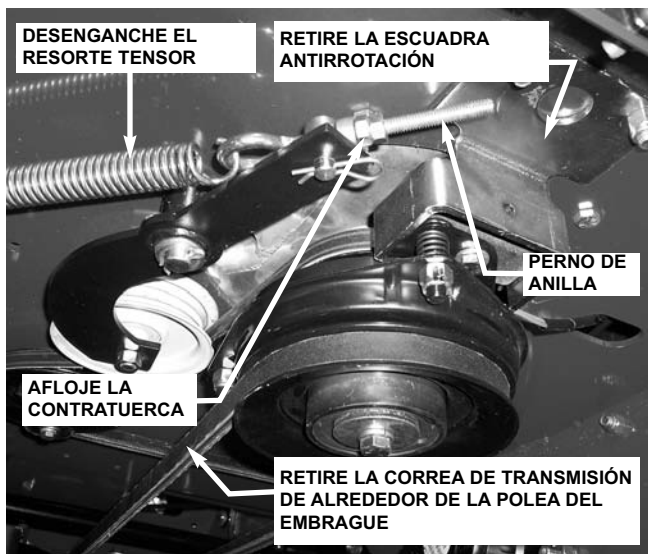

FIGURA 5.10
1. Retire la correa de transmisión de la cortadora de alrededor de la polea del embrague de la correa. Vea la figura 5.10. Consulte la sección "REEMPLAZO Y AJUSTE DE LA CORREA DE TRANSMISIÓN DE LA CORTADORA".
2. Desenrosque la contratuerca del extremo del perno de anilla, para reducir la tensión del resorte. Desenganche el resorte tensor del perno en el bastidor. Vea la figura 5.10.
3. Retire la escuadra antirrotación. Vea la figura 5.10.
9. Reenganche el resorte tensor. Enrosque la contratuerca hasta el extremo de las roscas en el perno de anilla. Vea la figura 5.10.